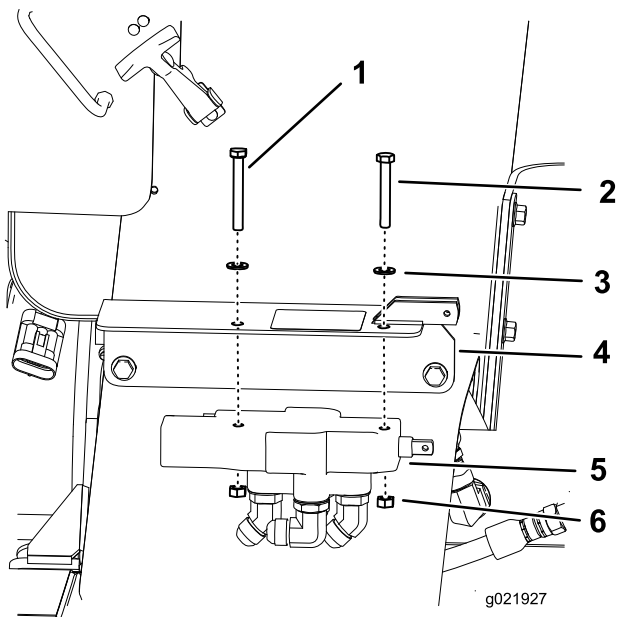

Figura 9
4. Instale la válvula de control en el soporte y sujétela con los 2 pernos (5/16 x 2–1/4 pulgadas y 5/16 x 2–1/2 pulgadas), las 2 arandelas planas (0.344 pulgada) y las dos contratuercas (5/16 pulgada) (Figura 9); apriete a 20–25 N-m (175–225 pulgadas-libra).